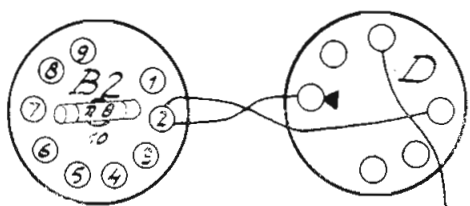
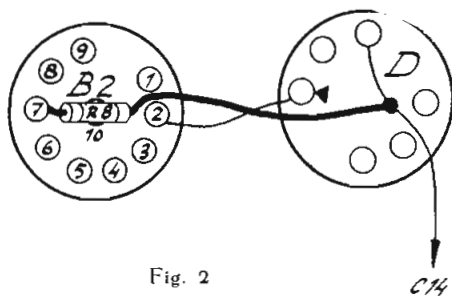

Fig. 1
Fig. 2
3. In het bedradingsschema op blz. XI is een tekenfout geslopen. Dit betreft de in fig. 1 getekende verbindingen van de buishouder B 2 en de spoel D. Deze moeten zijn, zoals getekend in fig. 2.